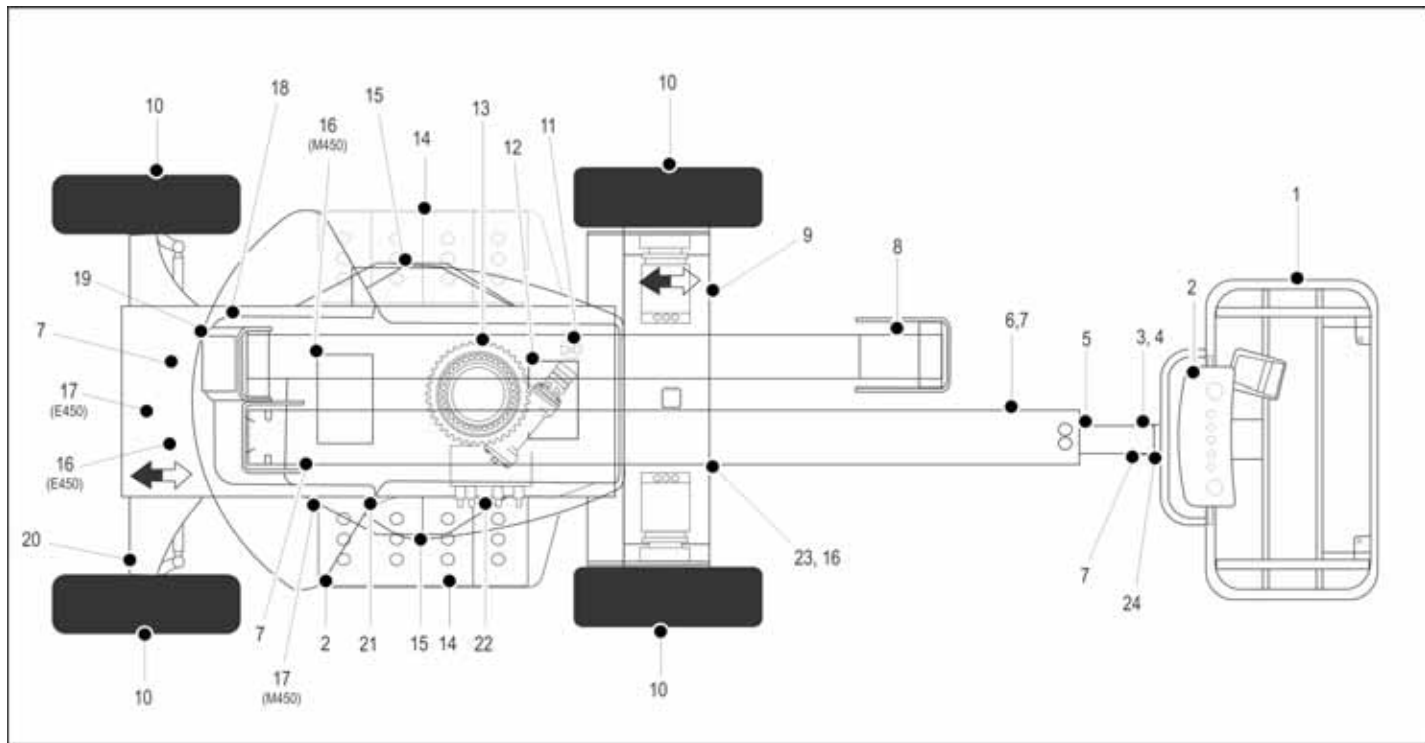

图 2-2. 日常巡视检查 - 第 1 页，共 3 页
5. **巡视检查** - 参看图 2-2. 至图 2-4.